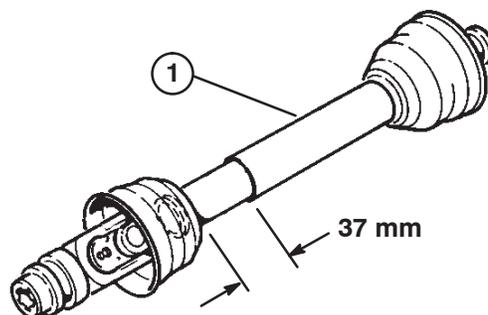

Figure 6
4. A la longueur la plus courte, les deux moitiés de l'arbre de PDF doivent disposer d'au moins 37 mm de jeu supplémentaire pouvant être replié (Fig. 6). Si la dimension mesurée à l'étape 2 n'est pas supérieure d'au moins 37 mm à la dimension mesurée à l'étape 3, l'arbre de PDF est trop long, dans ce cas passez à l'étape 5. S'il y a suffisamment de jeu pour pouvoir replier l'arbre de PDF, passez à l'étape 10.